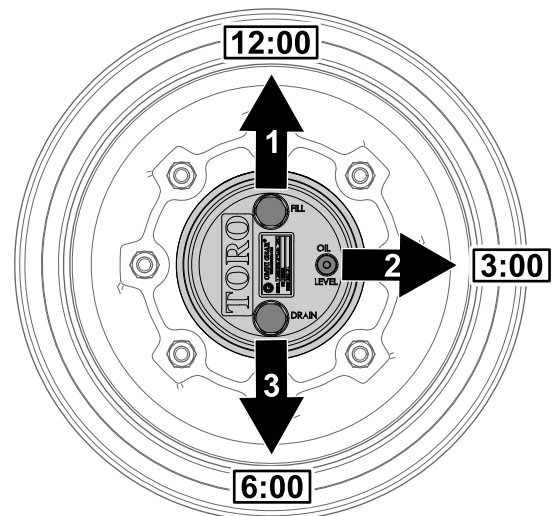

Figura 104
1. Parcați mașina pe o suprafață plană și poziționați roata astfel încât buoul de umplere să fie în poziția corespunzătoare orei 12, buoul de verificare în poziția corespunzătoare orei 3 și buoul de golire în poziția corespunzătoare orei 6 (Figura 104).
- Îndepărtați buoul de verificare în poziția corespunzătoare orei 3 (Figura 104).
- Parcați maina pe o suprafață plană, poziționați roata astfel încât buoul de umplere să fie în poziția corespunzătoare orei 12, buoul de verificare în poziția corespunzătoare orei 3 și buoul de golire în poziția corespunzătoare orei 6; consultați Figura 104 din Verificarea